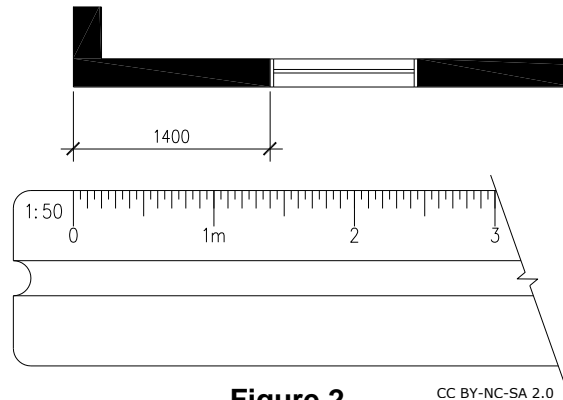

Figure 2
*Il est d'usage de lire la numérotation la plus rapprochée, soit 1 m (1000 millimètres), ensuite d'ajouter par multiples de 50 les graduations intermédiaires (dans ce cas-ci au nombre de huit), ce qui donnera  $1000 + (8 \times 50) = 1000 + 400 = 1400$ . Cette façon de faire réduit les risques d'erreurs de lecture. (figure 2)*